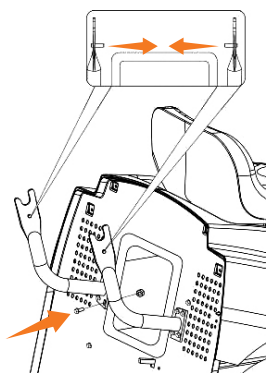

Рис. 8
- На опорах имеются штифты захвата травосборника, закрепите опоры прилагаемыми крепежными элементами на установочные места штифтами во внутрь (Рис. 8).